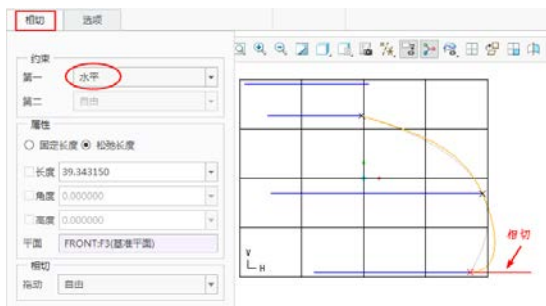

图 5-64 编辑曲线
- 选取点 3, 然后切换到“相切”选项板。在“约束”选项组的“第一”下拉列表框中选择“水平”选项, 在“属性”选项组的“长度”数值框中输入“20”, 如图 5-64 所示, 单击“确定”按钮.